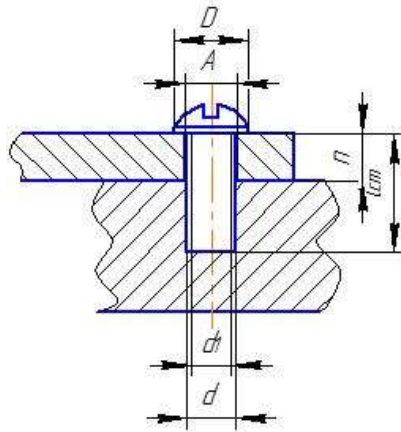

Рисунок 4 – Упрощенное соединение винтом ГОСТ 17473-80
- Стандартная длина и остальные размеры подбираются по справочнику (смотри рисунок 4).